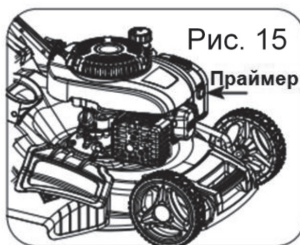

Рис. 15
1. При запуске холодного двигателя подкачайте топливо, нажав на кнопку праймера (рис. 15) 3-5 раз.